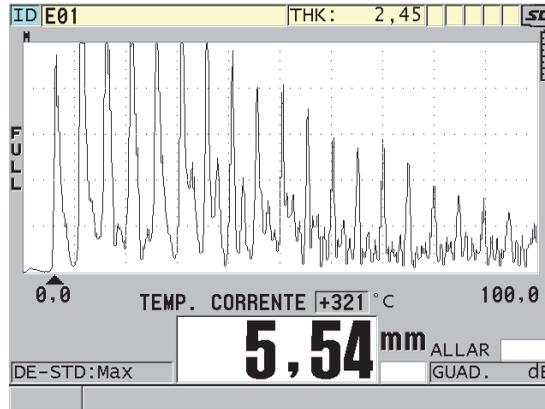

Figura 10-19 Visualizzazione dei dati correlati alla compensazione della temperatura
4. Premere il tasto [MEAS] per ritornare alla schermata di misura con la funzione di compensazione della temperatura attivata (vedere Figura 10-19 a pagina 181). Lo spessore misurato è compensato per la temperatura in funzione dei valori dei parametri **TEMP. CALIBRATURA**, **TEMP. CORRENTE** (temperatura corrente) e **COEFFICIENTE TEMP.** (coefficiente temperatura).